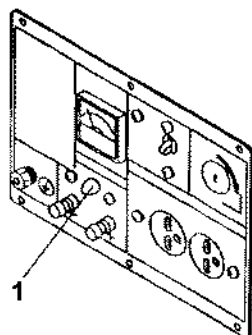

Рис. 69
- Если используется источник постоянного тока, нажмите кнопку RESET (СБРОС) (1), чтобы активизировать прерыватель цепи постоянного тока. **(Рис. 69)**